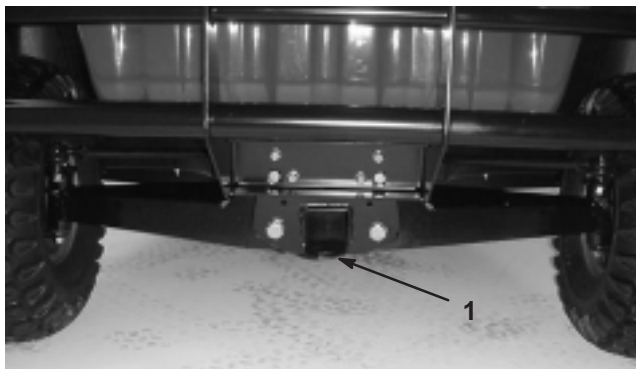

Bild 15
2. Befestigen Sie ein Schleppkabel an der Lasche am vorderen Chassis (Bild 15).